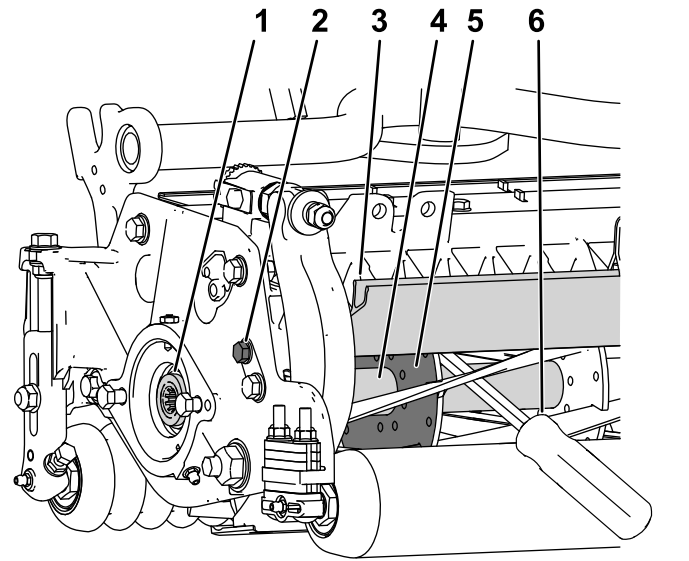

Figure 27
1. Desserrez le boulon du déflecteur sur le côté gauche de l'unité de coupe et levez le déflecteur arrière (Figure 27).
2. Insérez un levier à long manche ( $\frac{3}{8}$ " x 12" avec manche de tournevis recommandé) à l'arrière du cylindre de coupe, du côté le plus proche de l'unité de coupe que vous allez serrer (Figure 27).
3. Placez le levier contre le côté soudé de la plaque de support du cylindre (Figure 27).